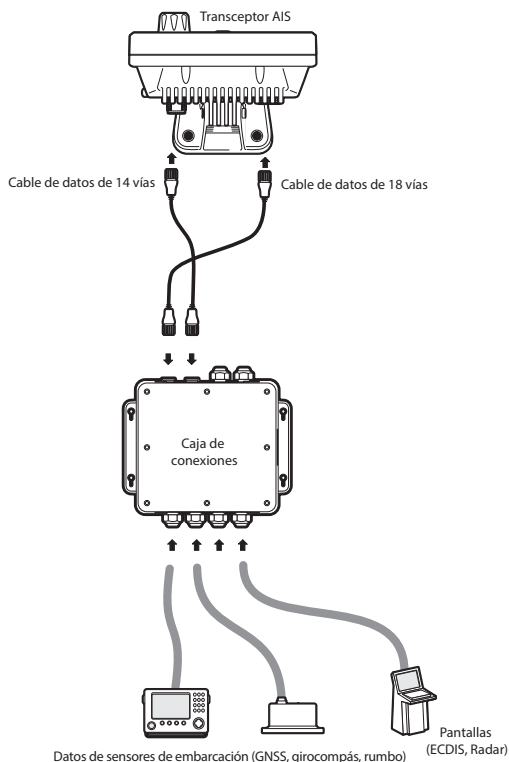

Figura 35 Conexión de equipos externos
- Figura 35 La. muestra un ejemplo de cómo se podrían conectar los equipos externos a través del accesorio de la caja de conexiones.